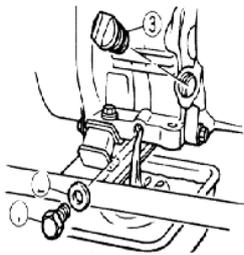

Рис. 23
2) ЗАМІНА МОТОРНОЇ ОЛИВИ (Рис. 23)
2. Зніміть кришку горловини для заливання оливи (Рис.23).
3. Поставте піддон для збирання оливи під двигун. Зніміть пробку для зливання оливи в такий спосіб, щоб оливу можна було злити в повному обсязі (Рис.23).